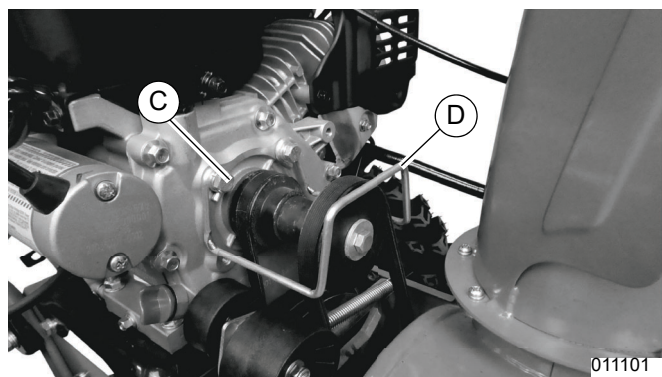

Figure 4-13. Retirer le guide de courroie
2. Voir **Figure 4-13**. Retirer les deux vis, rondelles-freins et rondelles plates (C) de fixation du guide de courroie (D) à l'aide d'une clé de 13 mm. Retirer le guide de courroie.